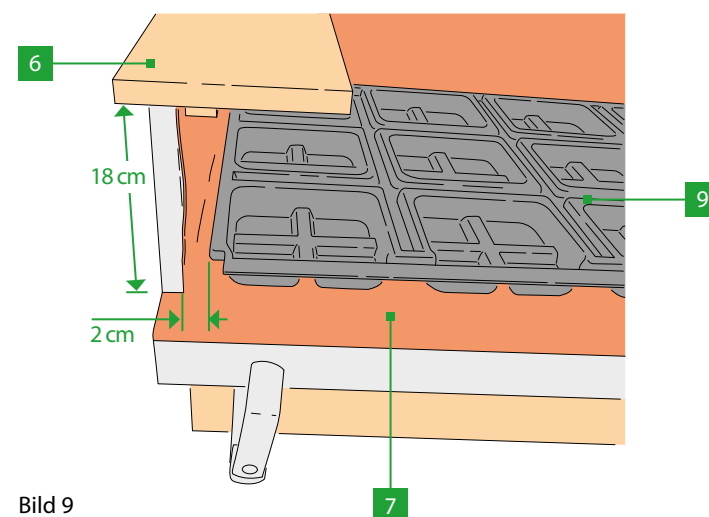

Bild 9
- Als er een windveer wordt ingebouwd, moet er bij de keuze van de dakranden op gelet worden dat deze minstens 18 cm hoger dan de dakbaan wordt ingebouwd (zie pagina 16, afbeelding 9).
- De zijdelingse afstand tussen de groene dakschaal en de gootplank dient vanwege het uitzettingsgedrag links en rechts minstens 2 cm te bedragen (zie pagina 16, afbeelding 9).